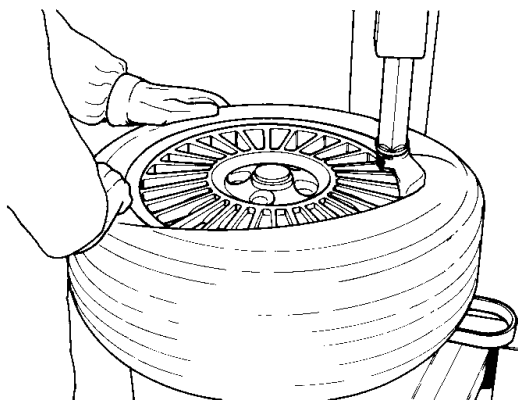

Fig.16
**G.** Faire tourner l'autocentreur dans le sens des aiguilles d'une montre (pédale pressé), et en même temps, appuyer sur le flanc du pneu pour maintenir le talon dans le creux (Fig. 16).